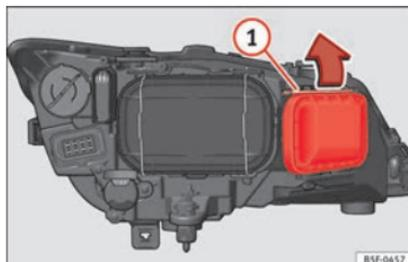

Abb. 105 Glühlampe für Blinklicht
- Verschieben Sie die Strebe » **Abb. 105** ① in Pfeilrichtung und nehmen Sie die Abdeckung ab.